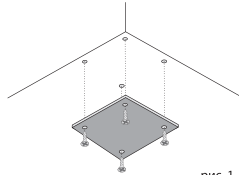

рис. 1
1. Прикрепите декоративные ножки (если они входят в комплект изделия) к основанию тумбы шурупами 3*16 мм или крепежными винтами в просверленные технологические отверстия (рис. 1).